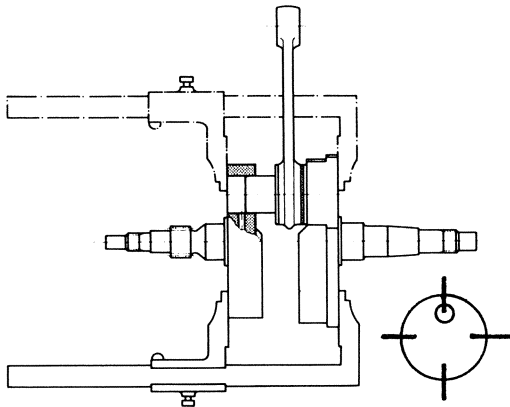

Fig. 49
- Parallelität der Wangen mittels einer Schieblehre kontrollieren (siehe Fig. 49)
- Contrôler le parallélisme des voiles au moyen d'un pied à coulisse (Fig. 49)
Um die Parallelität der Wangen mittels Schieblehre laut Fig. 49 zu kontrollieren sind vier Messungen vorzunehmen (d.h. alle 90°).
Pour contrôler le parallélisme des voiles au moyen du pied à coulisse (selon fig. 49), effectuer quatre mesures à 90°.